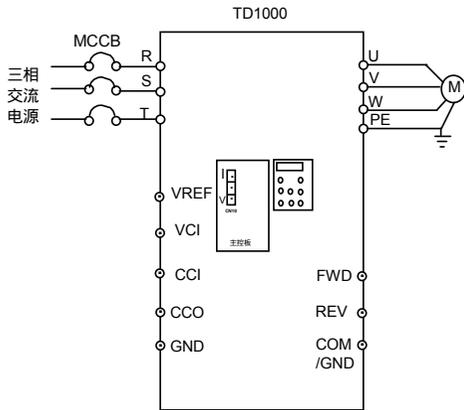

图3-4 标准运行配线图
标准运行包括操作面板控制、控制端子控制、上位机控制三种运行情况，其主回路配线相同，如图3-4所示，步骤如下：
- 2、将电源线接到主回路输入端子R、S、T上，如图3-4所示；
- 3、将负载（电机）线连到变频器输出端子U、V、W上，如图3-4所示；